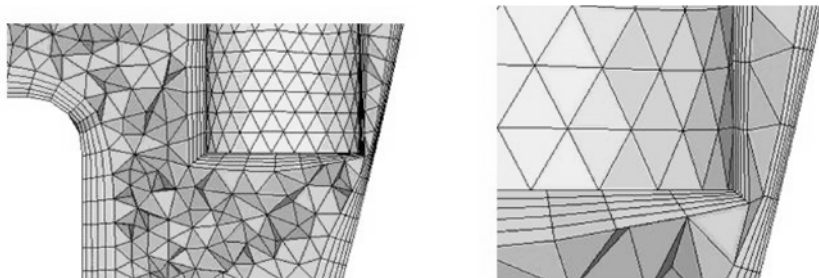

图 5-164 检查细小区域的边界层厚度
(1) 单击 xz Left Plane View () 按钮。
(2) 按快捷键 <F5> 进入 Mask 面板。
(3) 选择要被隐藏的单元。隐藏盖住模型上半部分的单元。
(4) 单击 mask 按钮。
(5) 选择 xy Top Plane View () 按钮。
(6) 放大观察边界表面非常靠近的区域。图 5-164 展示了如何通过减小边界层厚度来避免边界层干涉。
(7) 单击 return 按钮退出 Mask 面板。